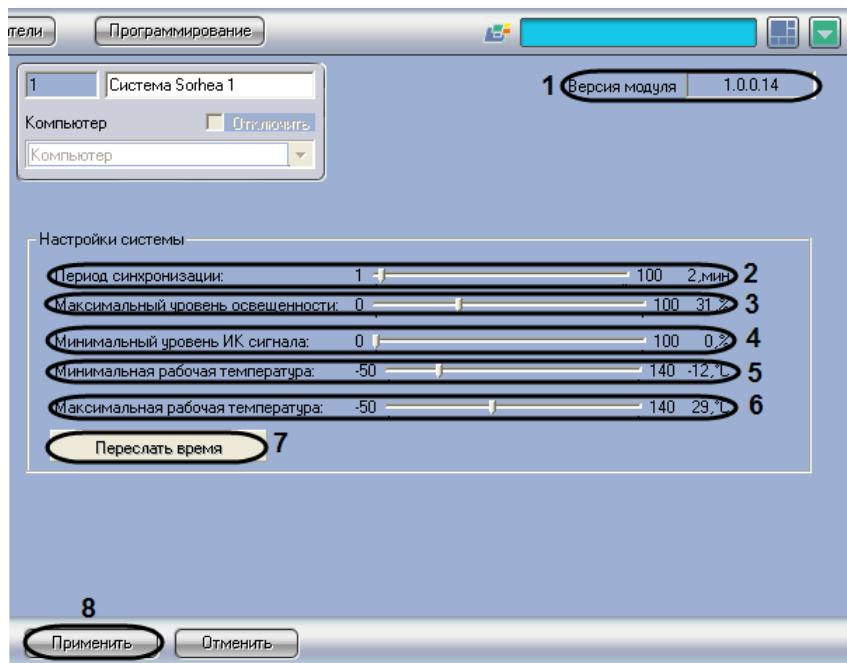

Рис. 3.2-2 Настройка взаимодействия ПК Интеллект с системой Sorhea
1. Перейти на панель настройки объекта **Система Sorhea** (Рис. 3.2-2)
*Примечание.* В поле **Версия модуля** отображается версия модуля интеграции *Sorhea* (см. Рис. 3.2-2, 1).
2. Для задания периода, по истечении которого производится синхронизация времени Сервера *Интеллект* и дочерних контроллеров *Maxibus*, установить ползунок **Период синхронизации** в требуемое положение. Соответствующее значение периода синхронизации в минутах отображается справа от ползунка (см. Рис. 3.2-2, 2).
3. Для задания уровня освещенности ячейки колонны-приемника, при превышении которого ПК *Интеллект* инициирует событие **Превышен уровень освещенности**, установить ползунок **Максимальный уровень освещенности** в требуемое положение. Соответствующее значение уровня освещенности в процентах отображается справа от ползунка (см. Рис. 3.2-2, 3).
4. Для задания минимального уровня опорного ИК сигнала установить ползунок **Минимальный уровень ИК сигнала** в требуемое положение. Соответствующее значение уровня сигнала в процентах отображается справа от ползунка (см. Рис. 3.2-2, 4). В случае, если уровень опорного ИК сигнала ниже данного значения, ПК *Интеллект* инициирует событие **Уровень ИК сигнала ниже допустимого**.
значение температуры в градусах Цельсия отображается справа от ползунка (см. Рис. 3.2-2, 5). В случае, если температура внутри колонны-приемника ниже данного значения, ПК *Интеллеккт* инициирует событие **Температура ниже минимально допустимой**.
6. Для задания максимальной рабочей температуры внутри колонны-приемника установить ползунок **Максимальная рабочая температура** в требуемое положение. Соответствующее значение температуры в градусах Цельсия отображается справа от ползунка (см. Рис. 3.2-2, 6). В случае, если температура внутри колонны-приемника выше данного значения, ПК *Интеллеккт* инициирует событие **Температура выше максимально допустимой**.
7. Чтобы установить время Сервера *Интеллеккт* на дочерних контроллерах *Maxibus*, нажать кнопку **Переслать время** (см. Рис. 3.2-2, 7).